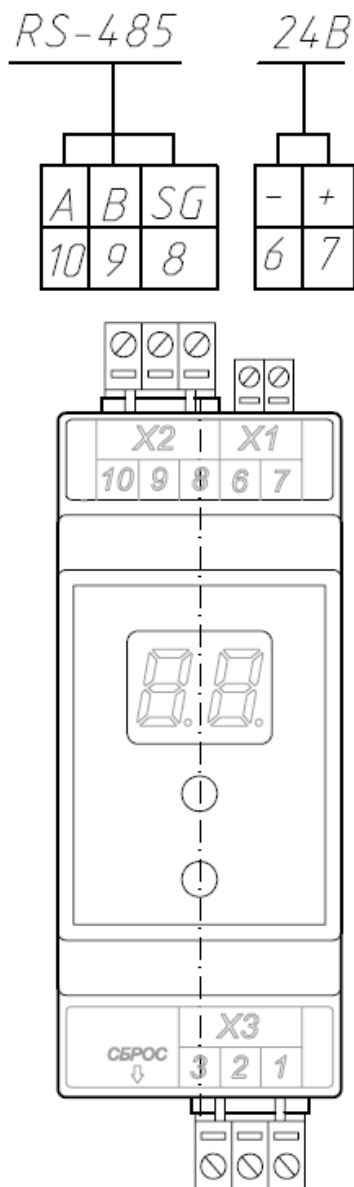

Рис.2 Схема подключения КТНС-2-64-01
6.5 Подключение выполнить согласно схеме на рис.2